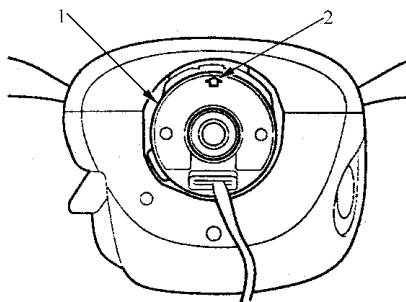

图 7-8 转向线盘面板上的
1) 安装转向盘前，确认前轮对准正前方，然后将转向线盘对中。步骤为：顺时针方向转动转向线盘，直至转不动，然后，逆时针旋转转向线盘约 2.5 圈。如图 7-8 所示，转向线盘面板上的箭头标记应指向正上方。